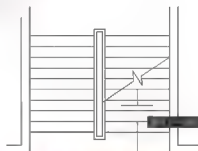

图 2.125 确定上行箭头箭杆终点的位置
(3) 在指定下一个点或 [圆弧(A)/半宽(H)/长度(L)/放弃(U)/宽度(W)]: 提示下, 关闭【对象捕捉】功能, 将光标垂直向上拖动至图 2.125 所示的位置单击, 这样就绘出了上行箭头的箭杆。